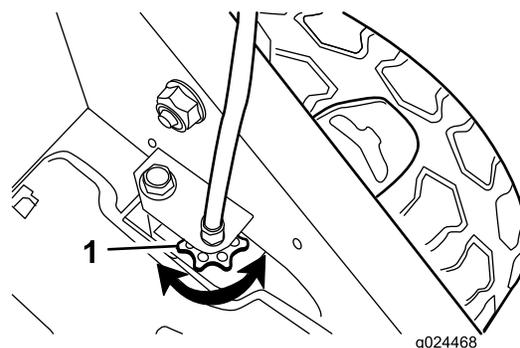

Figure 28
- Si les roues ne tournent pas quand vous engagez la barre de commande d'autopropulsion, la courroie de déplacement n'est pas assez tendue. Tournez une fois la molette de commande des roues (Figure 28) dans le sens horaire et répétez les opérations 4 à 6.
des roues (Figure 28) dans le sens antihoraire et répétez les opérations 4 à 6.